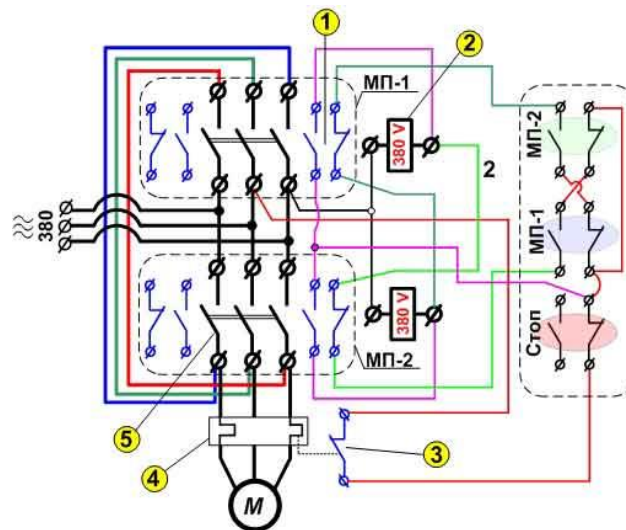

Рис.1.
8. Какие контакты на рис.1 входят в цепь управления